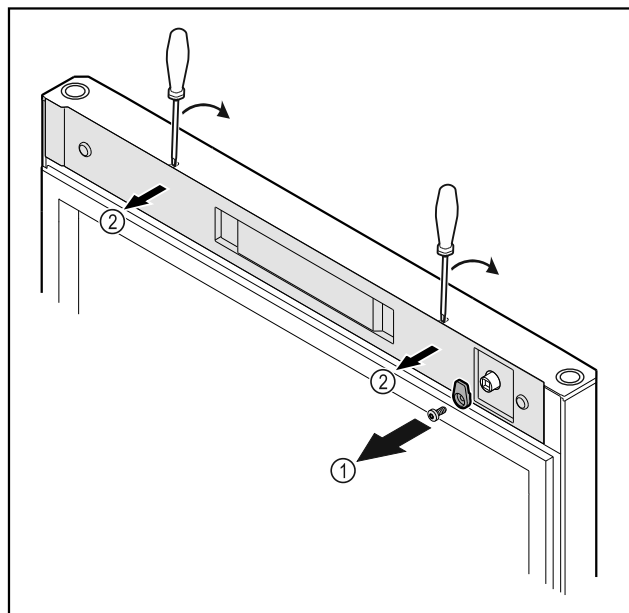

Fig. 19
- Schließhaken Fig. 19 (1) abschrauben.
- Abdeckung Fig. 19 (2) mit einem kleinen Schraubendreher ausrasten und abnehmen.